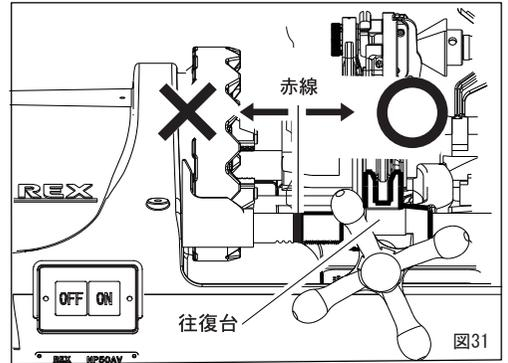

図31
- ・受けパイプの赤線が往復台でかくれた位置からねじ切りを開始すると、ねじが切れ上がるまでに往復台が主軸台に当り、事故や破損の原因となります。(図31)
- ①希望するサイズにセットされているか確認してください。
ねじ切り作業中に回転が停止した場合は、すぐにスイッチを切り、コンセントを外してください。モータの故障や火災の恐れがあります。受けパイプの赤線が往復台でかくれた位置からねじ切りを開始すると、ねじが切れ上がるまでに往復台が主軸台に当り、事故や破損の原因となります。(P. 15 図31)
案内セットノブ (図31参照) を押し上げてダイヘッドをねじ切りのセット状態にします。そしてパイプにねじを切つてゆきますと、パイプ端面が切上げレバーに当り、徐々に押し出してゆきます。パイプに切られたねじが規定長さになりますと、切上げレバーが押しあげられ、チェーザがパイプから離れねじ切りが終わります。(図36-1)
受けパイプの赤線が往復台でかくれた位置からねじ切りを開始すると、ねじが切れ上がるまでに往復台が主軸台に当り、事故や破損の原因となります。(P. 15 図 31)